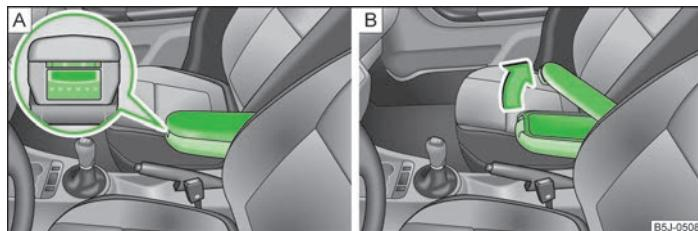

Fig. 72 Apoyabrazos: Compartimiento guardaobjetos/abrir el compartimiento guardaobjetos
- Pulsar la tecla inferior en el lado frontal del apoyabrazos » fig. 72 - [A].
- Pulsar la tecla superior y doblar la tapa del compartimento guardaobjetos hacia arriba » fig. 72 - [B].